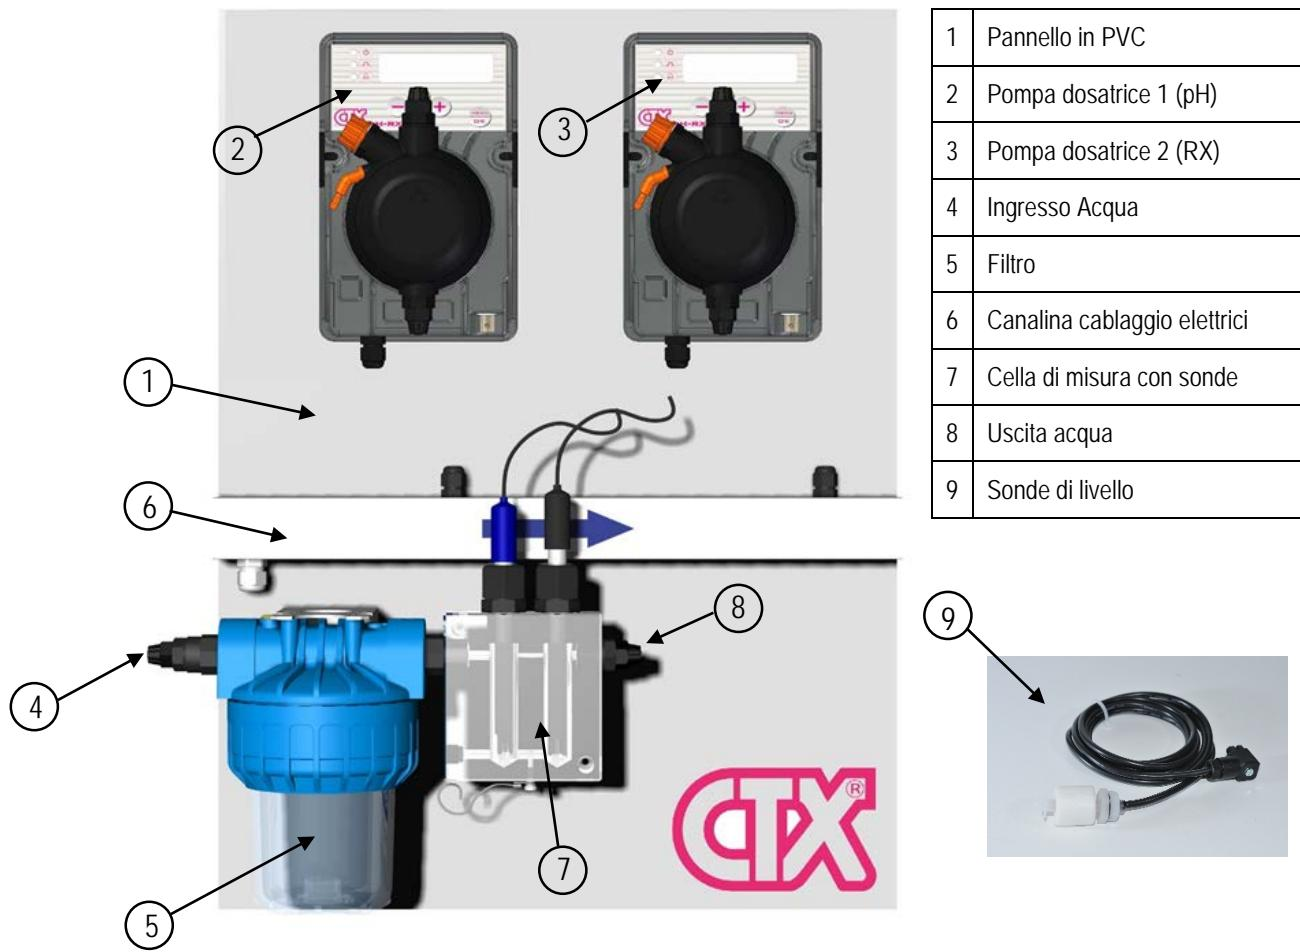

Figura 1 – PANNELLO DI CONTROLLO PH-RX
Di seguito viene descritto sommariamente come il flusso d'acqua attraversa la stazione di controllo e viene monitorato (per facilitare la comprensione fare riferimento alla Figura 1).
L'acqua proveniente da una derivazione dell'impianto di ricircolo della piscina entra attraverso l'**ingresso acqua** di campionamento (Figura 1 – pos.5) per poi passare all'interno del **filtro acqua** (Figura 1 – pos.6) che provvede a trattenere eventuali impurità o parti in sospensione, di lì giunge all'interno dell'unità (Figura 1 – pos.7) preposta al controllo di diversi valori chimico/fisici (in funzione del tipo di sensore che viene montato) come l'acidità/alkalinità e il potenziale di ossido-riduzione. Tutto questo viene gestito da una sofisticata centralina (Figura 1 – pos.2), installata sulla stazione di controllo, che a seconda dei valori rilevati, attiverà e/o disattiverà i relativi dispositivi di dosaggio (Figura 1 – pos.3 e 4) ad essa collegati a meno che non intervengano (ove presenti) gli interruttori di livello (Figura 1 – pos.10) posti nei rispettivi serbatoi di aspirazione oppure (sempre ove previsto) il sensore di flusso (vedi paragrafo successivo)